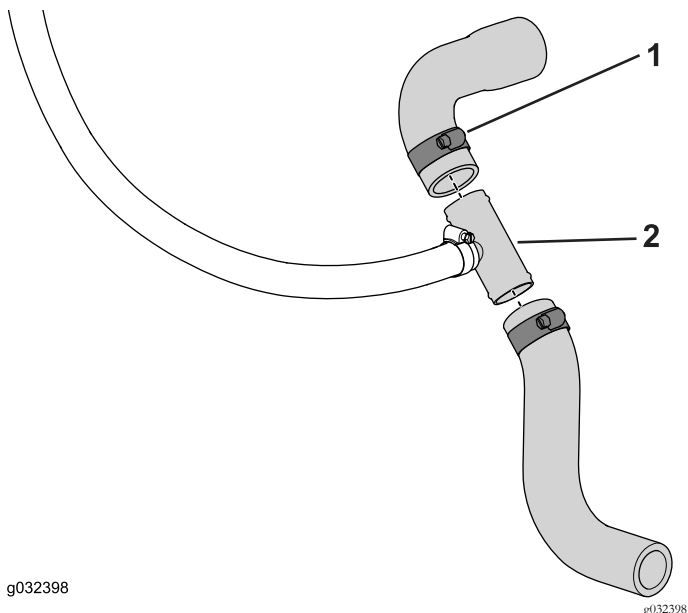

図 19
3. 図 19のように、切り口をT字フィッティングのバンプ側をホースに接続し、クランプで固定する。